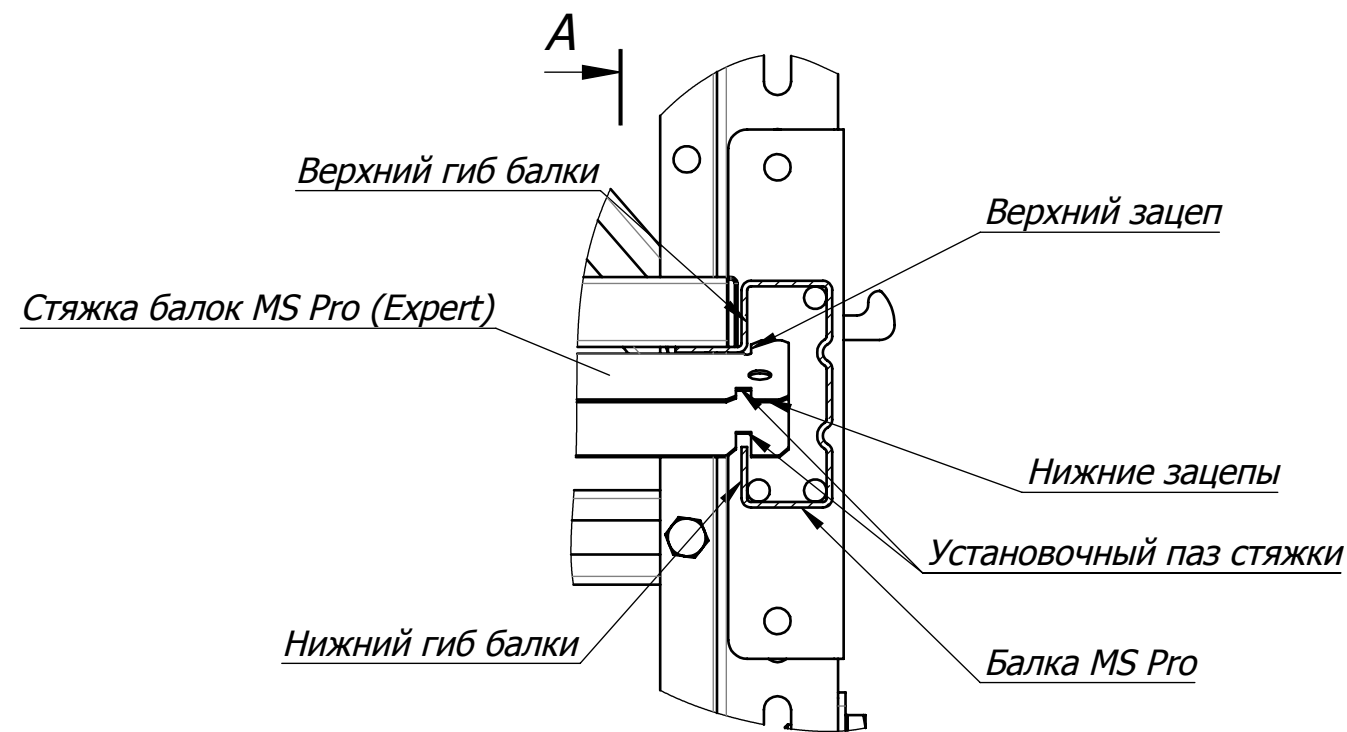
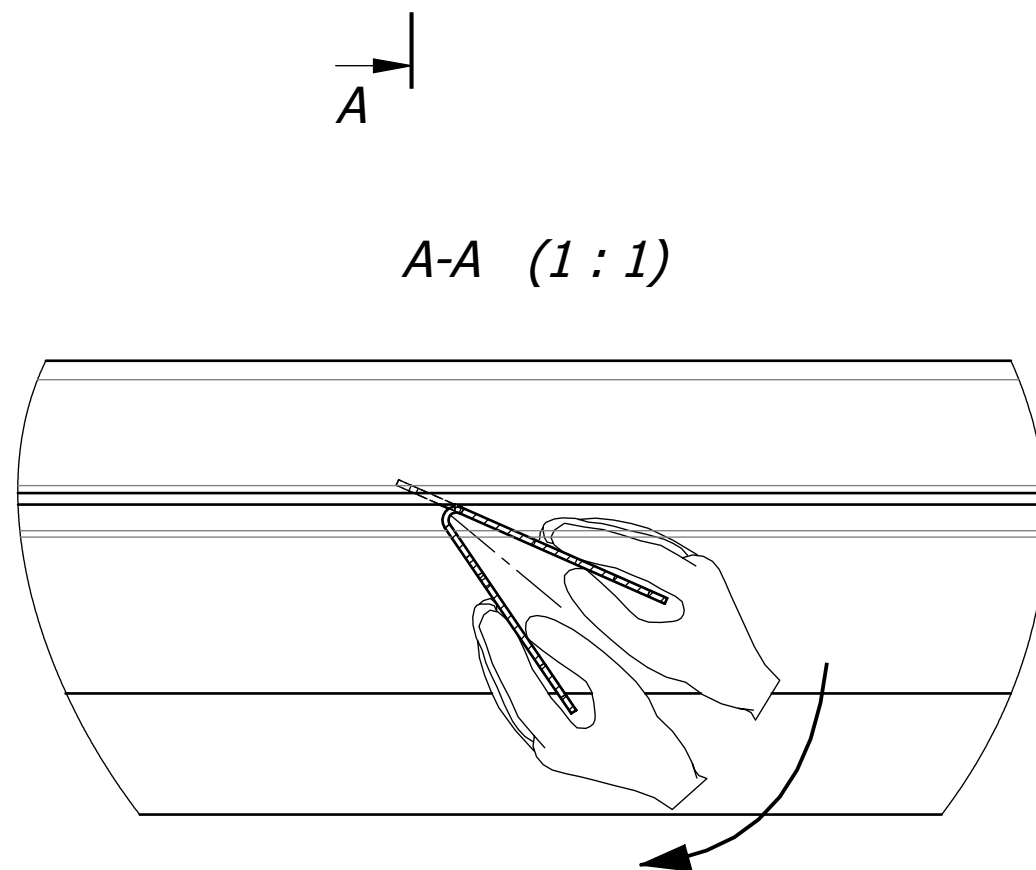
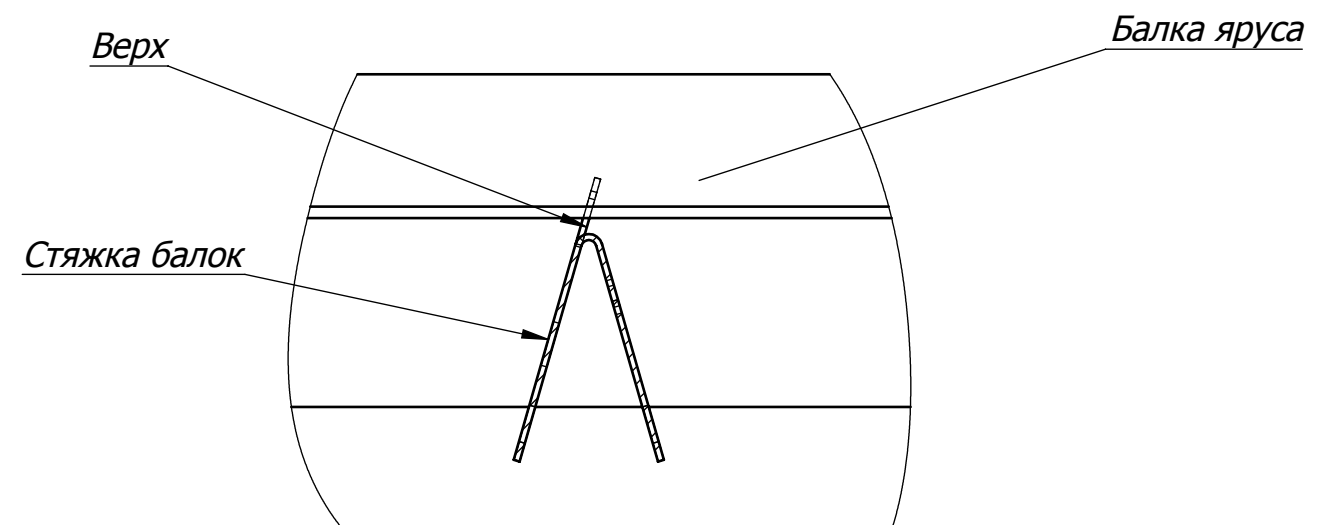

Рис.1
Рис.2
Рис.3
3. Убедитесь, что верхний и нижние зацепы не упираются в балку яруса, а установочные пазы попадают в нижний гиб балки (См. Рис.1). Затем взявшись двумя руками за гибы стяжки балок (См. Рис.2), поворачивайте стяжку балок на 90° преодолевая усилие до характерного "щелчка" (Стяжку держать в местах рядом с балкой во избежании деформации гибов стяжки при повороте). Правильно установленная стяжка должна выглядеть как перевернутая на 180° латинская буква V. (См. Рис.3). Аналогичным образом завести в зацепление с балкой противоположный торец стяжки балок.